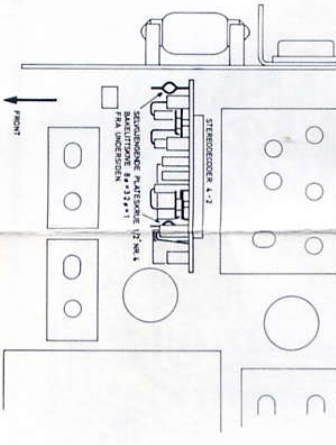

Fig. 4. Montering av stereodekoder 4-2 i Sølvsuper 10.
3. Trekk ut ekvivalenktortet og monter dekoderen som vist i fig. 4. Legg isolasjonsskivene mellom skruhodene og hovedplattens folieside og fest med to skruer fra TK-platens folieside.